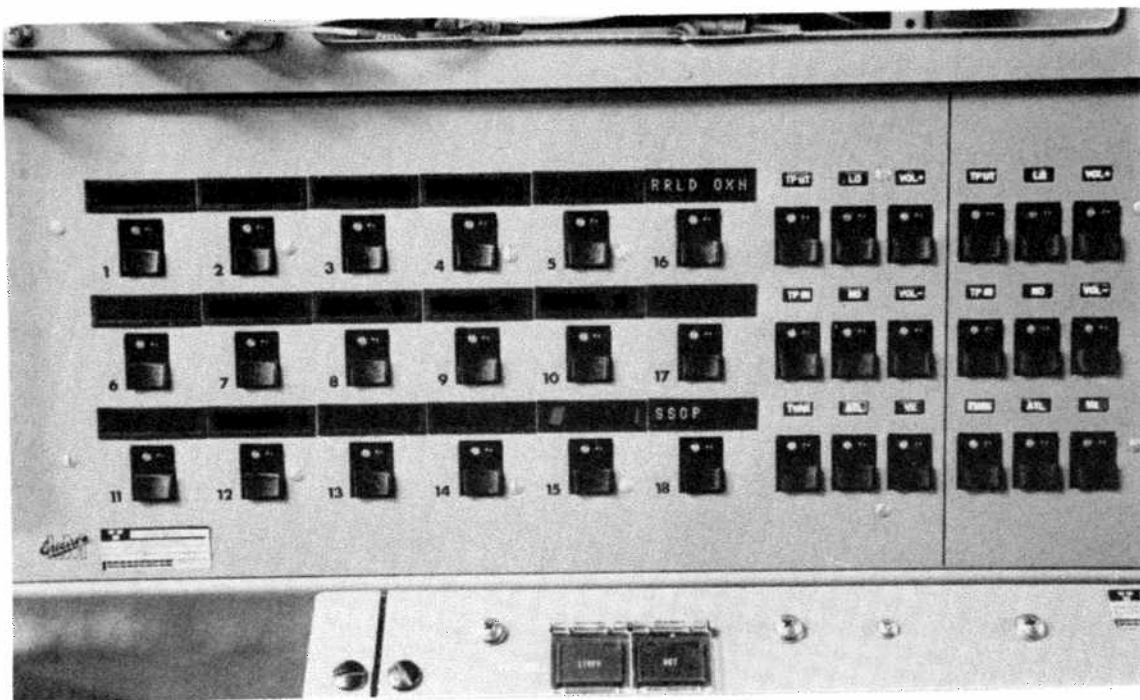

Bild 38. SSOP panel
Interna förbindelser förekommer inte i ledningsfall 1. SSOP expeditionssomkastare (EO) 1 - 15 används för interna förbindelser till op-hyddor i ledningsfall 2 och 3, se bild 38.